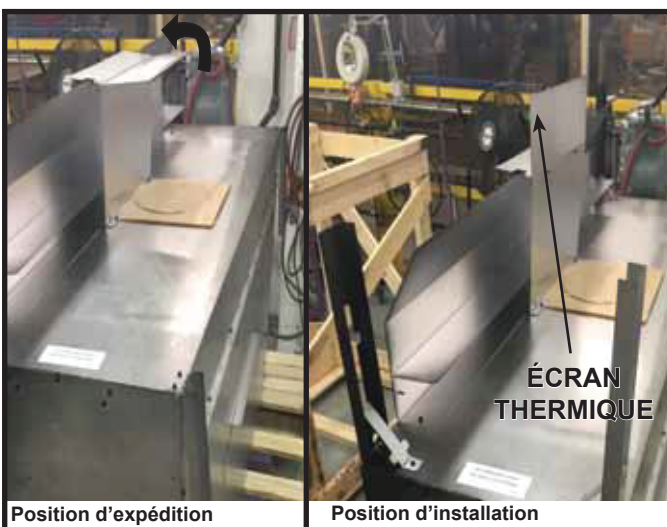

Figure 6.2 Écran thermique montré une fois installé
1. Courbez l'écran thermique du conduit en position verticale. Voir la figure 6.2.